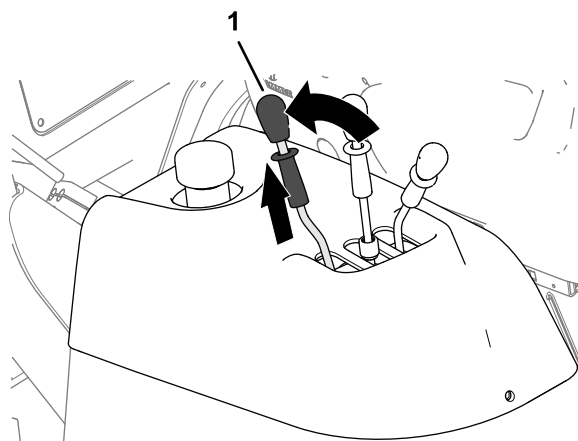

Figura 55
1. Solicitați unei alte persoane să tragă spre spate și să mențină maneta de descărcare buncăr (Figura 55).